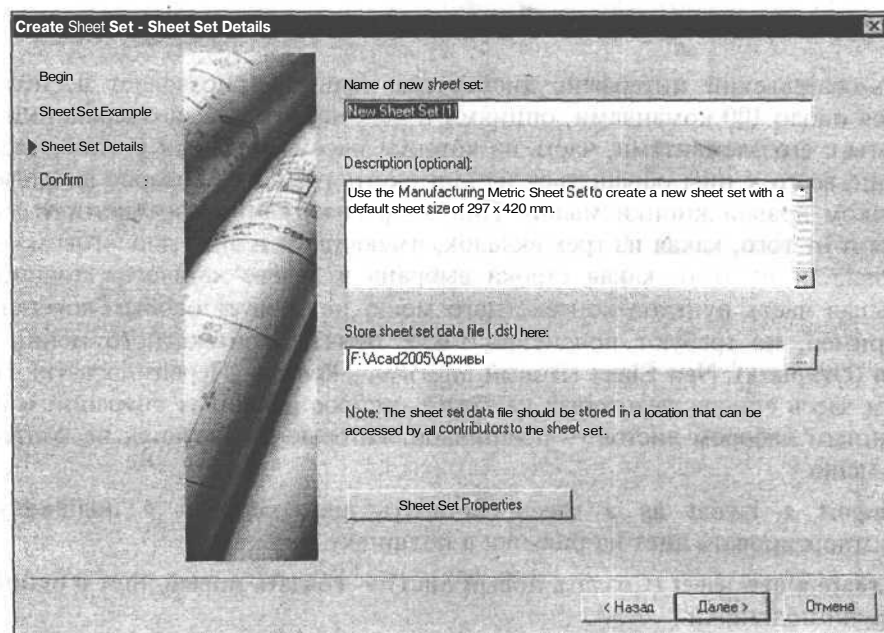

Рис. 20.15. Диалоговое окно для настройки имени, описания и пути к подшивке
5. В следующем окне, если нужно, отредактируйте имя подшивки, ее описание и папку для ее размещения (рис. 20.15). Щелкните на кнопке **Next** (Далее), а затем на кнопке **Finish** (Конец) в последнем диалоговом окне.